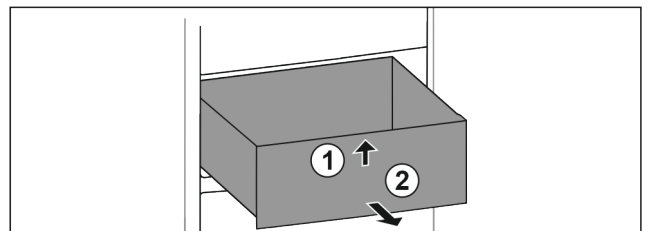

Fig. 30
- ▶ Sollevare il cassetto dal davanti. Fig. 30 (1)
- ▶ Rimuovere il cassetto tirandolo in avanti. Fig. 30 (2)